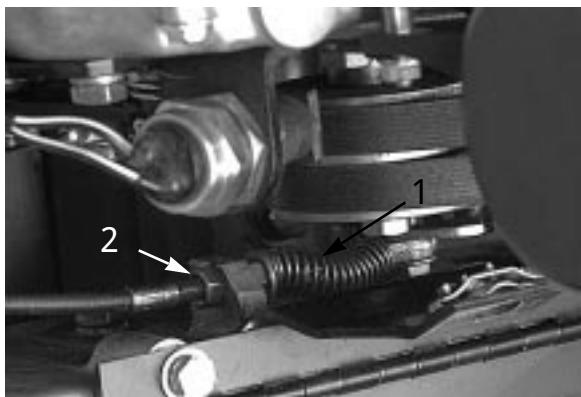

図43
2. Vベルト・カバーを固定しているリテーナをゆるめてカバーを開く（図43）。
とケーブルは締まる(図43)。約1.4~2.3 kgの力で